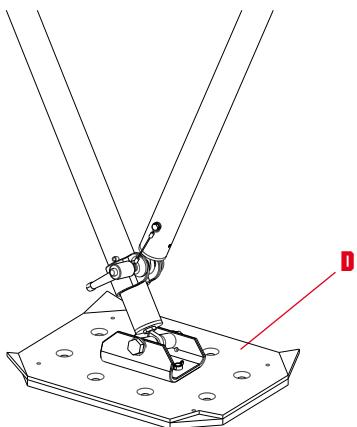

fig. 4A
- visser et serrer les pivots filetés des manilles (M).
c) Relier les bases (D) à l'aide des vis prévues à cet effet, en choisissant le côté le mieux adapté à la surface d'appui :
- côté caoutchouté pour les surfaces d'appui lisses et dures (fig. 4A),